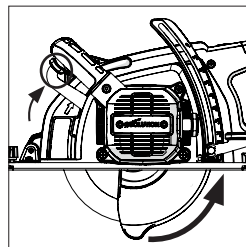

Fig. 18
Avvertenza: Il coprilama inferiore è progettato per essere spinto (ruotato) via all'inizio di un taglio sollevando la leva di ritiro del coprilama (6). Avviare tale rotazione può essere d'aiuto durante il taglio di alcuni materiali. (Fig.18)